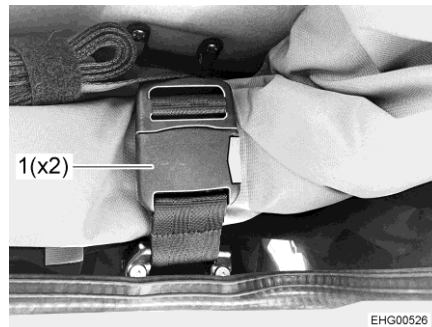

Bild 36 Bärtlås
- Öppna båda bärtlåsen (Bild 36,1).